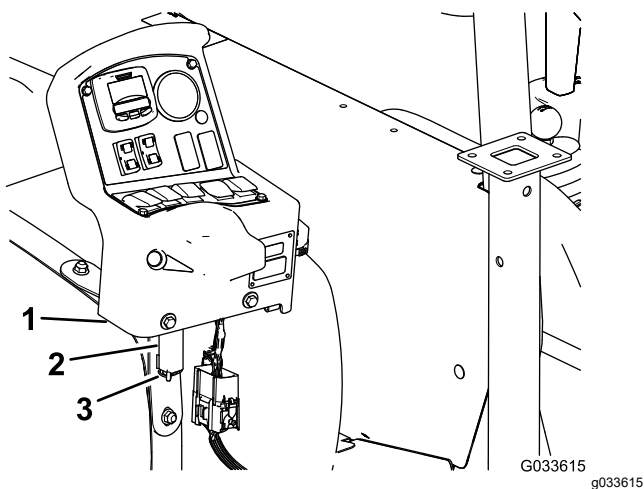

Figura 134
7. Retire la consola del soporte de montaje de la consola en el salpicadero de la máquina y alinee el pasador de giro de la consola de control con el soporte de almacenamiento del fleje delantero del depósito (Figura 134); consulte Instalación de la consola de control en la máquina (página 22).
- Monte la consola en el soporte y sujete el pasador de giro al soporte con la chaveta (Figura 134).